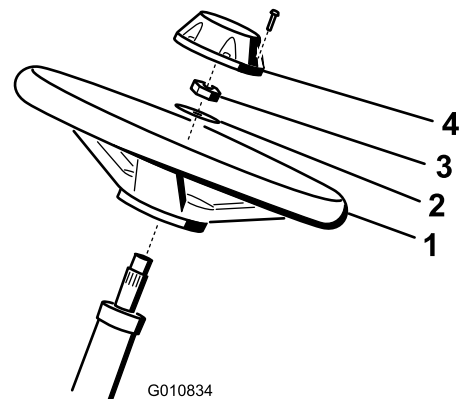

Figura 3
1. Deslice el volante sobre la columna de dirección (Figura 3).
2. Deslice la arandela sobre la columna de dirección (Figura 3).
3. Sujete el volante a la columna (Figura 3) con una contratuerca y apriétela a 27-35 N·m (20-26 pies-libra).
- Sujete el embellecedor al volante con un tornillo (Figura 3).